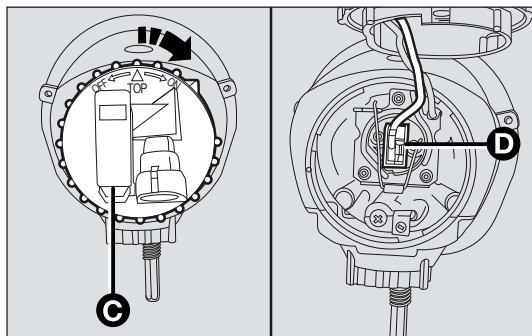

fig. 150
- ☐ svitare il coperchio C-fig. 150 e staccare il connettore D;